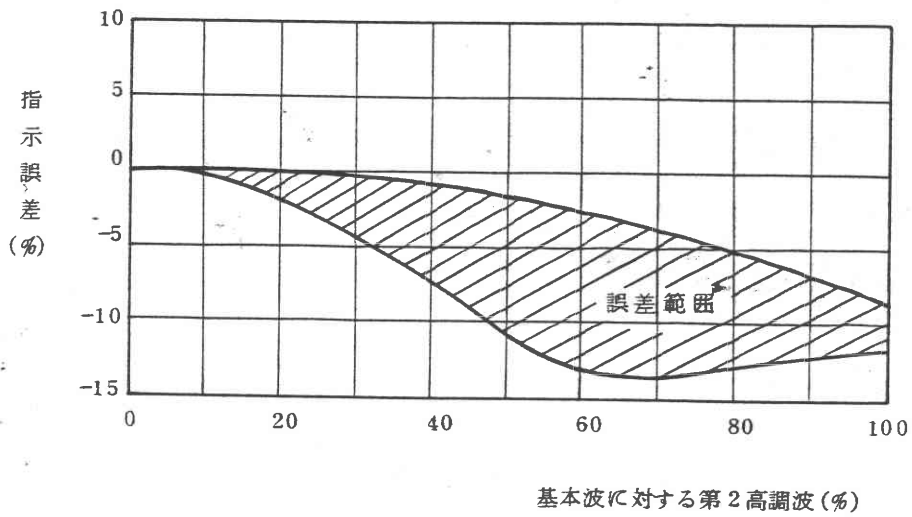
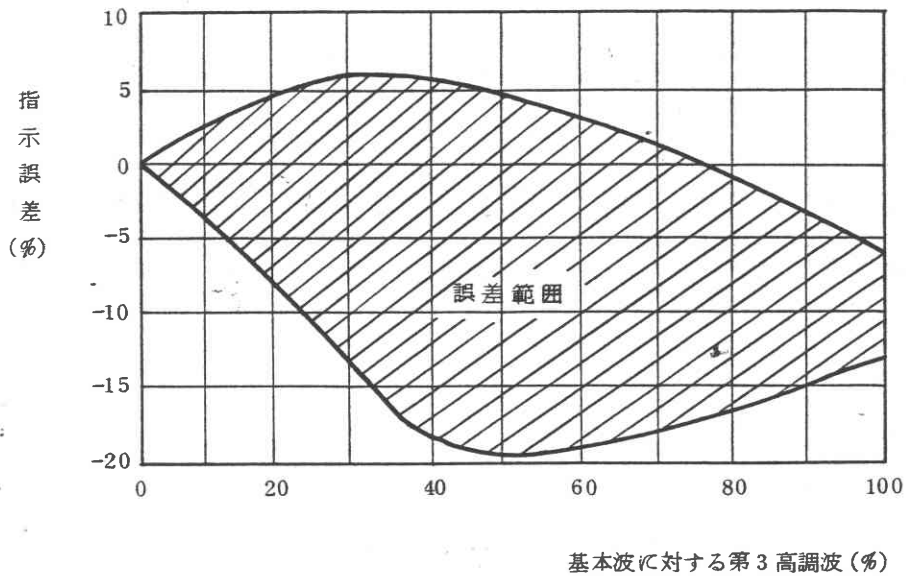

図 1
図 2
巻末にパネル面の説明図(付図1)が入っていますから、それを見ながら次の説明をお読みください。
電源を入れない状態でメータの指針が零を指示していないときは, メータの零位調整をドライブで調整して指針を正しく合せてください。(付図1 ②参照)
本器は平均値指示形で, メータ目盛は純正弦波電圧を印加したときの指示値を実効値で目盛っています。入力電圧に高調波を含む場合, 図1, 図2のような指示誤差を生じます。